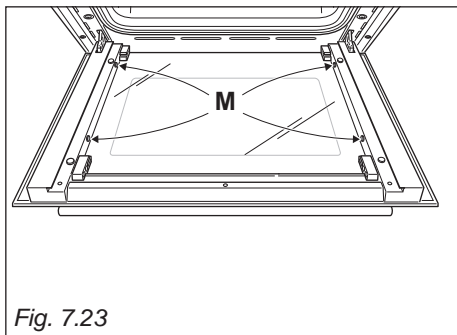

Fig. 7.23
- Vérifiez que les quatre patins en caoutchouc "M" sont en place (fig. 7.23).